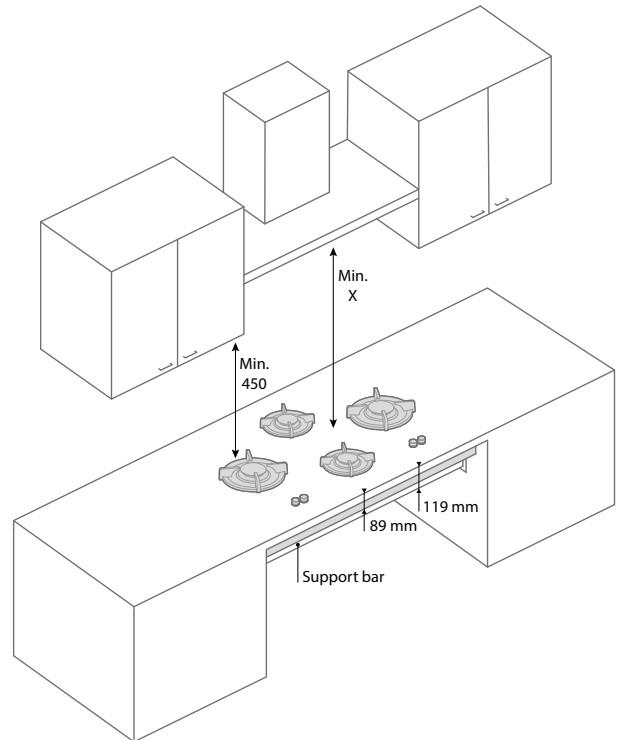

Abb. 2
- Wenn ein Kochmodule mit einem Schubladenblock kombiniert wird, beachten Sie immer die Maße des Bauteils und die Haltestange. Die Höhe der Baugruppe und Haltestange beträgt 119 mm (TS) gemessen von der Oberseite des Arbeitsblatts (Abb. 2.).
- Um ein Biegen der Arbeitsplatte zu verhindern muss im Inneren des Küchenschanks vollständig gestützt werden mit die Haltestangen (Abb. 2 und 3).